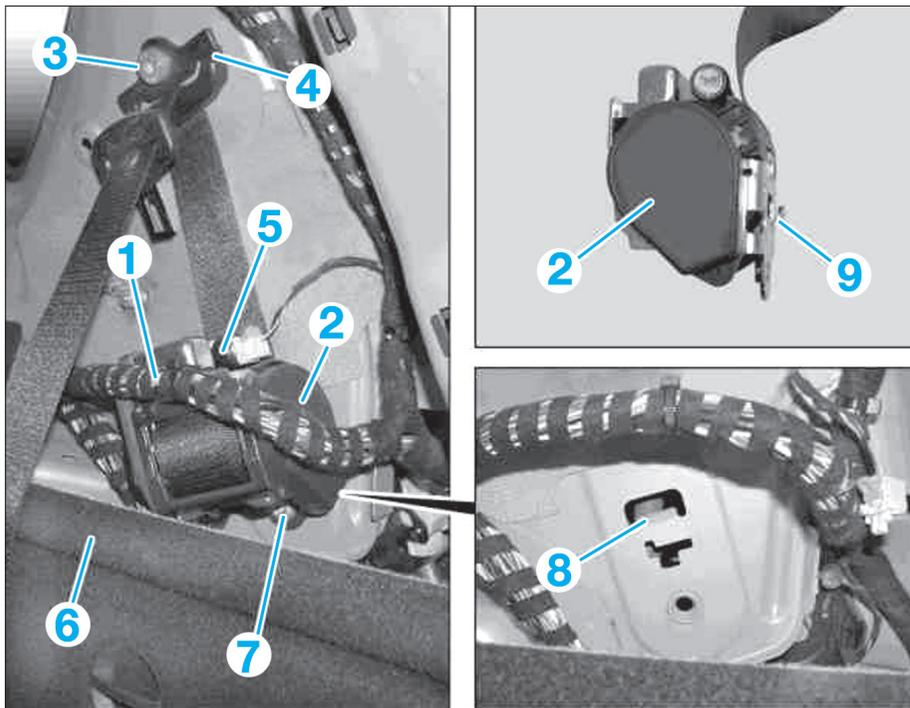

FIG. 13
- Débrancher le connecteur (4).
- Déposer la vis (5).
- Sortir le prétensionneur (6) du blocage (flèche).
- positionner le prétensionneur (6) dans la fixation (7),
- **Du côté droit**, dégrafer le faisceau électrique (1) du prétensionneur (2) (**Fig.13**).
- Déposer la vis (3) puis la ferrure (4).
- Déverrouiller et débrancher le connecteur (5).
- Écarter la garniture (6) jusqu'à que la vis (7) soit accessible puis déposer cette dernière.
- Sortir le prétensionneur (2).
- positionner le prétensionneur (6) dans le logement (8),
- veiller au bon positionnement du blocage (9) sur le montant arrière de la caisse,